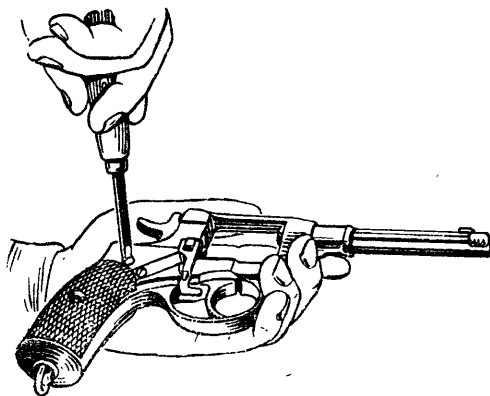

Рис. 30. Как вывинтить соединительный винт
3) **вывинтить соединительный винт** (рис. 30);